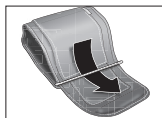
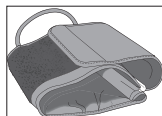

Fig. 1
Fig. 2
2. Manteniendo las palabras en el interior del brazalete, pase el extremo del brazalete a través de la barra de metal, Fig. 1. El extremo del brazalete debe poder doblarse sobre sí mismo para asegurarlo mediante el cierre de gancho y bucle, Fig. 2